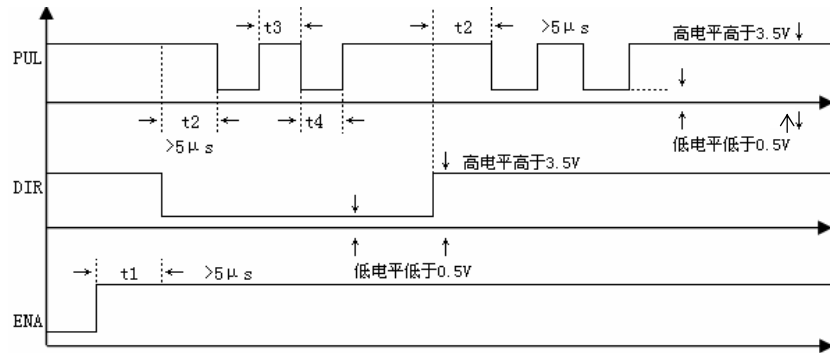

图 3. 时序图
- ◆ 驱动器为位置控制模式，采用脉冲+方向或 CW/CCW 双脉冲控制指令。脉冲+方向模式下，PUL+、PUL-为脉冲输入端口，DIR+、DIR-为电机运行方向输入端口；双脉冲模式下，PUL+、PUL-和 DIR+、DIR-都作为脉冲输入端口。EN+、EN-为使能输入端口，使能无效时，驱动器正常工作，使能有效时，驱动器不工作。(附图 3 为控制信号时序图。)